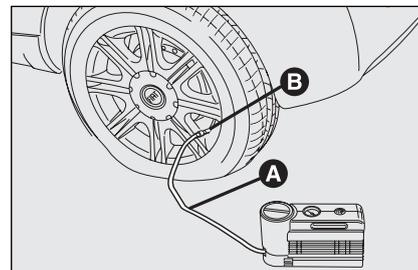

fig. 14
- Azionare il freno a mano.** Svitare il cappuccio dalla valvola del pneumatico, estrarre il tubo flessibile di riempimento **A**-fig. 14 ed avvitare la ghiera **B** sulla valvola del pneumatico;